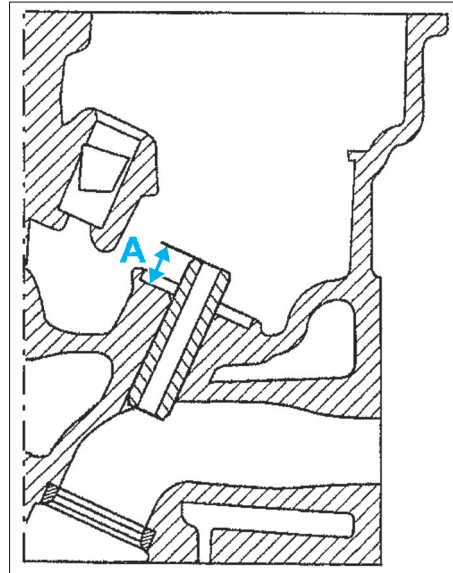

FIG. 1
Dépassement (A) des guides/faces inférieures d'appui des ressorts de soupapes (fig. 1) :